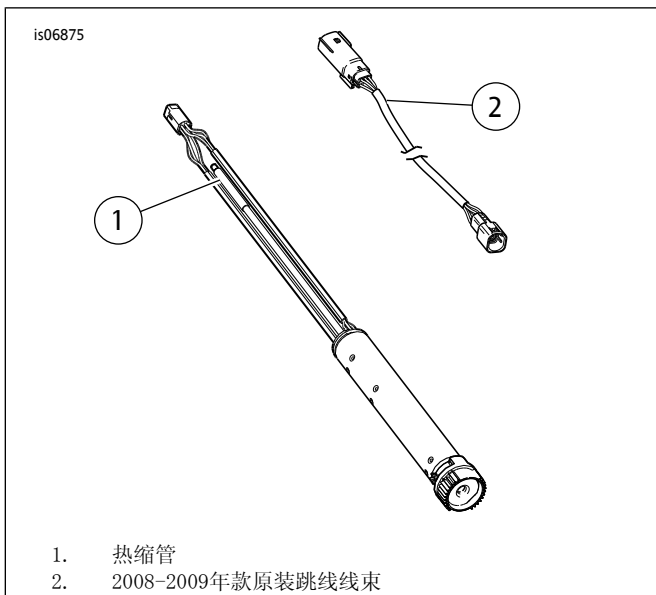

图3。2008与2009年款TGS与线束
3. 参见图3。从TGS与主线束上拔下TGS跳线线束。丢弃原装跳线线束（2）。